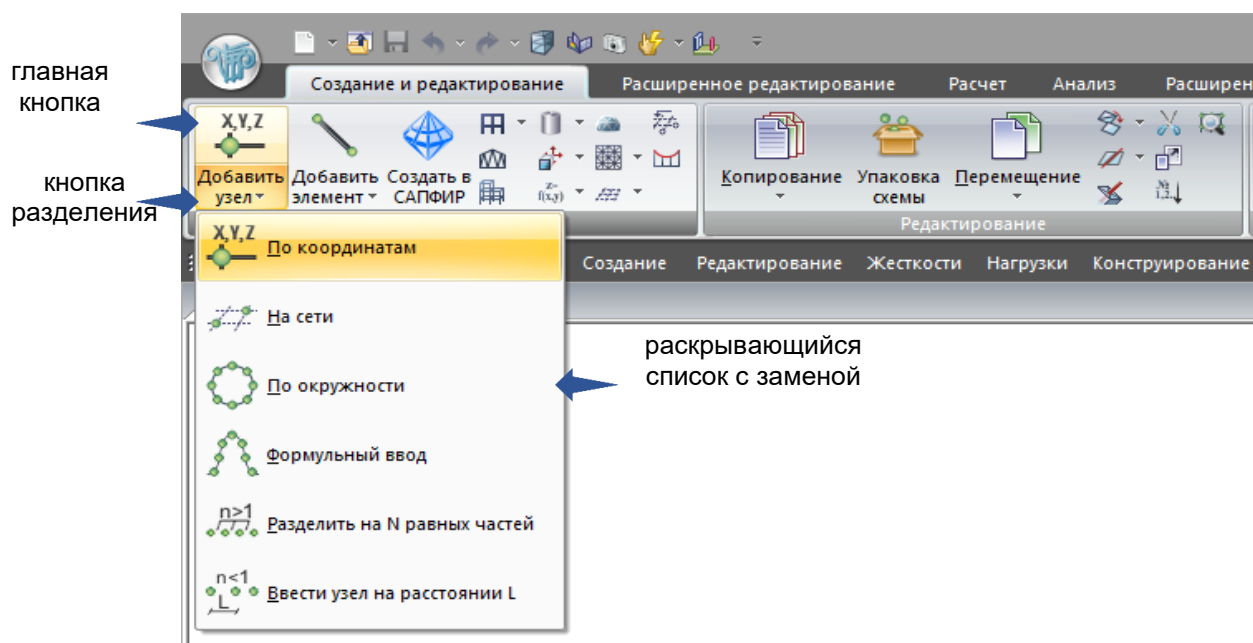

Рис. 3. Раскрывающийся список с заменой на панели ленты
- Большие кнопки с текстом в виде раскрывающихся списков (рис.3);
**Раскрывающийся список с заменой** (рис.3) - раскрывающийся список настроен как кнопка разделения, главная кнопка отображает последнюю использовавшуюся команду, которую впоследствии можно запустить уже не выбирая из списка, а просто щелчком по главной кнопке. Раскрывающийся список открывается щелчком по кнопке разделения.